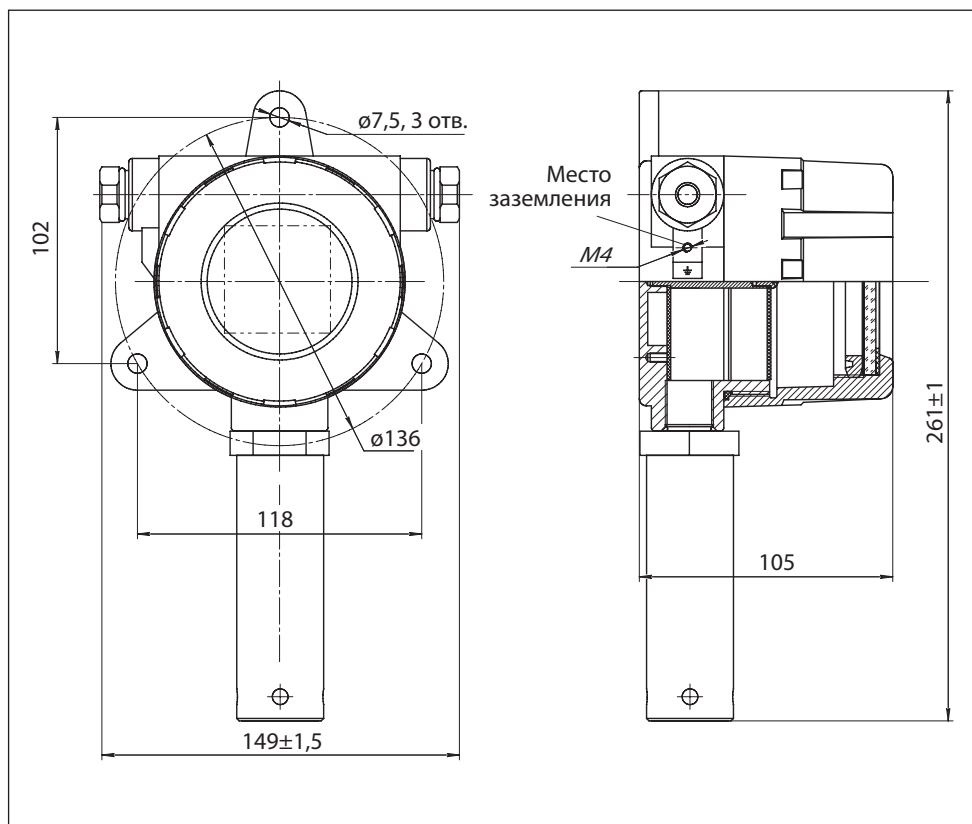
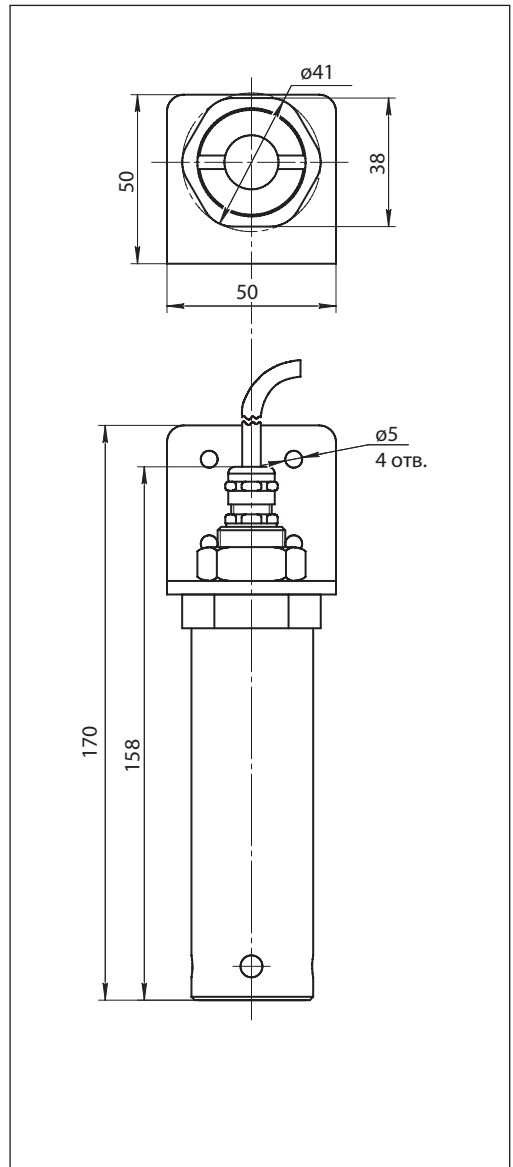

Рис.8. Габаритный чертеж газоанализатора "Сенсон-СВ-5021"
Рис.9. Габаритный чертеж выносного измерительного модуля газоанализатора "Сенсон-СВ-5021"
ГА необходимо располагать так, чтобы интерфейсный модуль с ИСМ был направлен вертикально вниз (рис.8 ). Это препятствует попаданию влаги, пыли и посторонних предметов на фильтр газоанализатора. Наиболее простой способ монтажа – крепление к стене с помощью отверстий на фланце прибора, согласно рис.8 и 9. Выносной интерфейсный модуль крепится на кронштейне и также располагается вертикально, крышкой вниз (рис.9).
15. Подключите провод заземления к корпусу газоанализатора, согласно рис.8.